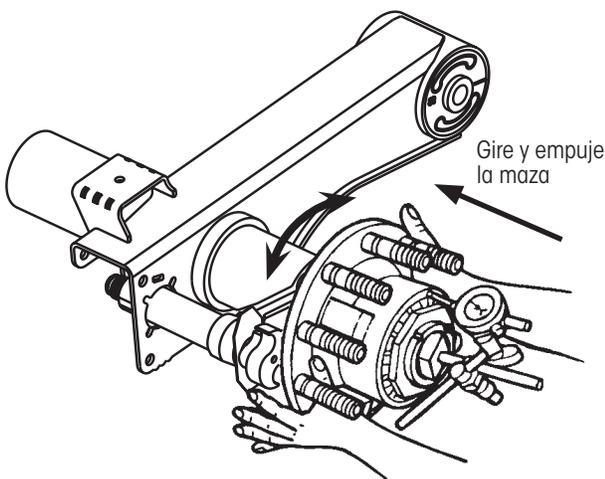

Figura 5: Revisando el Juego axial hacia adentro
NOTA: Una evaluación razonable se puede realizar sin quitar llantas y rines. Sin embargo, este procedimiento se realiza mejor con la maza solamente, como se muestra en la Figura 5 en la página 8.
8. Sujete el borde de la maza como se muestra en la Figura 5, y **empuje** la maza hacia adentro **mientras gira** la maza ligeramente en ambas direcciones (entre los dos agujeros para tornillos de la tapa de maza) hasta que la lectura del indicador de carátula permanezca constante. **Registre** la lectura.